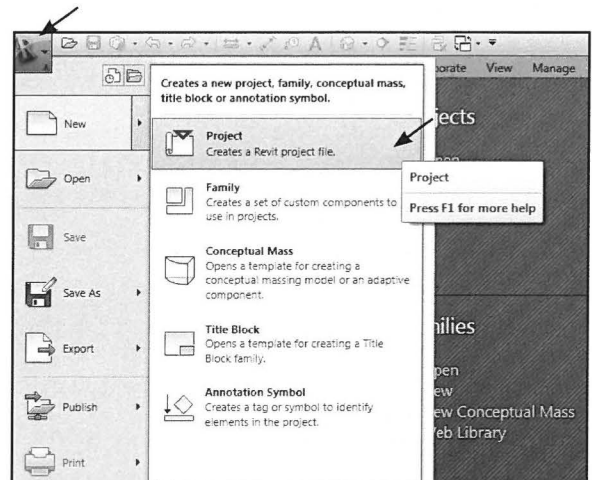

Fig. 02.03. Opret et nyt *Project*.
- Klik på *Application Menu* (Fig. 02.03).